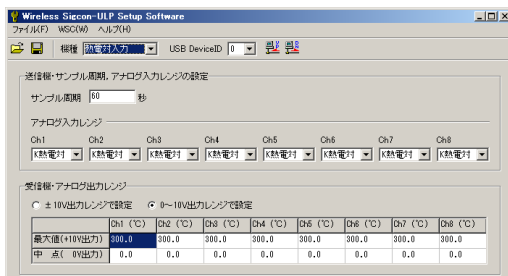

図 32. **WSC-ULP** セットアップ・ソフトウェアの画面
- ① 受信機本体の電源を投入し、USB ケーブルでパソコンに接続します。
- ② 送信機本体の電源を投入し、**LowPower** モードを **Off** に設定します。
- ③送信機、受信機双方の **Connect** ランプが緑色に点灯し、受信機間の無線通信が確立したことを確認してください。無線通信が確立できない場合には、19 ページ『送受信機間の無線通信』の項を参照してください。
- ④ パソコンにインストールした **WSC-ULP** セットアップ・ソフトウェア『WSC-ULP\_Setup.EXE』を起動します。
- ⑤ 図 32 のような画面が表示されます。『機種』の項で対象となる **WSC-ULP** の機種を選択してください。
- ⑥ 『サンプル周期』の項にサンプル周期を秒単位の整数で入力してください。
- ⑦ 『アナログ入力レンジ』の表で送信機に入力するアナログ信号のレンジまたは熱電対の種別を選択してください。
- ⑧ 『受信機・アナログ出力レンジ』の表で、受信機から出力するアナログ電圧のレンジを設定します。